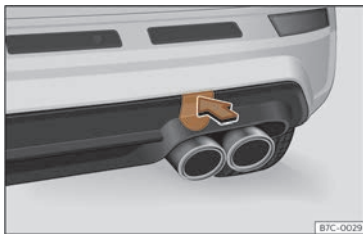

Fig. 185 A la part dreta del para-xocs del darrere: retirar la tapa.
L'allotjament de l'argolla de remolc enrosicable es troba al costat dret del para-xocs posterior, al darrere d'una tapa >>> **fig. 185**.
- Pressioneu sobre la zona superior de la tapa >>> **fig. 185** per desencastar-la.